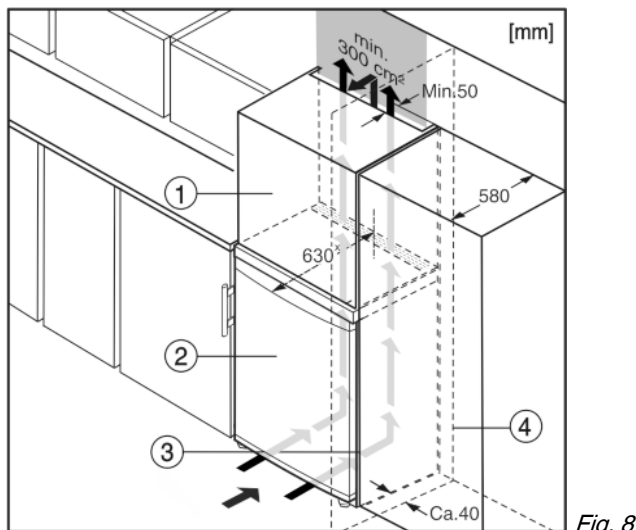

Fig. 8
- (1) Opbouwkast (3) Keukenkast
(2) Apparaat (4) Wand
Het apparaat kan in keukenkasten worden ingebouwd. Om het apparaat Fig. 8 (2) aan de hoogte van het keukenblok aan te passen, kan boven het apparaat een opzetkast Fig. 8 (1) worden aangebracht.
Bij een ombouw met keukenkasten (diepte max. 580 mm) kan het apparaat direct naast de keukenkast Fig. 8 (3) worden geplaatst. Het apparaat steekt aan de zijkant 34 mm * en in het midden 50 mm * uit ten opzichte van het keukenkastfront.
Plaats u het apparaat met de scharnierkant naast een muur Fig. 8 (4), dan moet de afstand tussen apparaat en muur minstens 40 mm bedragen. Dit in verband met het uitsteken van de deurgreep bij een geopende deur.